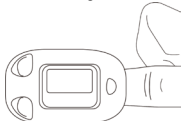

Figure 5 Placer le doigt dans la bonne position
- Le doigt doit être placé correctement (voir figure 5 ci-jointe), car un assemblage incorrect ou une position de contact incorrecte du capteur influencera la mesure.